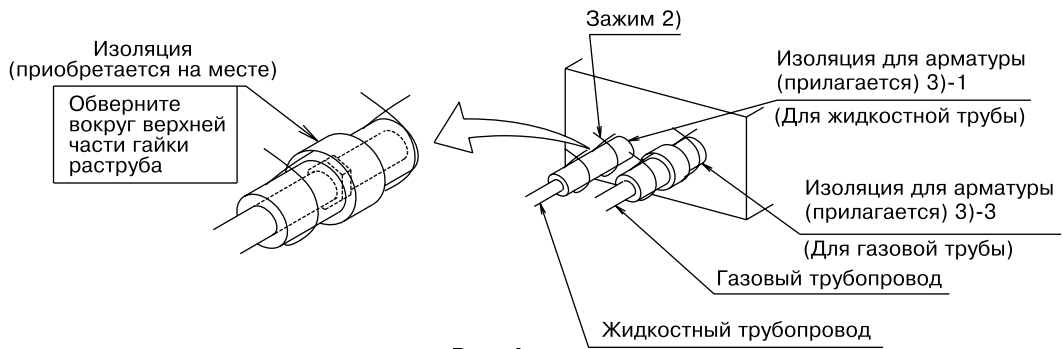

Рис. 4
- Соединения трубопроводов необходимо проверить на отсутствие утечки газа, затем, руководствуясь рис. 4, заизолировать с помощью включенного в комплект поставки изоляционного материала для стыков 3) все жидкостные и газовые трубопроводы (всего 5 мест). (Затяните оба края с помощью зажимных приспособлений 2).) Используйте входящий в комплект поставки изоляционный материал для стыков для блоков 100 и 160. (При использовании блока 250, изоляционный материал необходимо приобрести на месте, при этом он должен обладать термостойкостью при 70°C для жидкостного трубопровода и 120°C для газового трубопровода.)